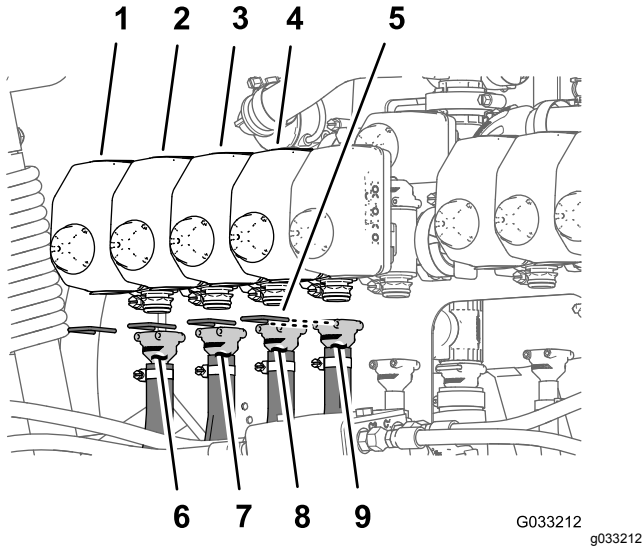
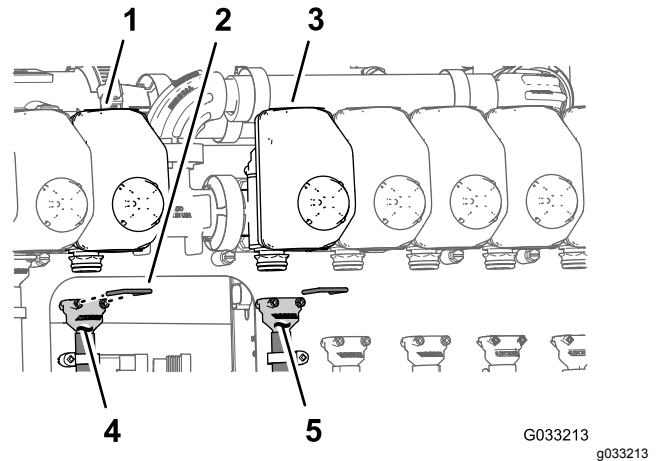
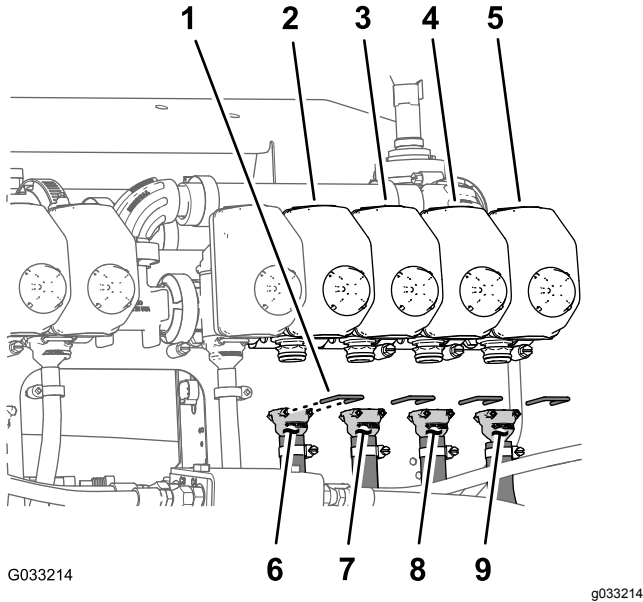

Bild 72
Bild 73
Bild 74
Hinweis: Informationen zu den Düsenventilstellungen finden Sie in Bild 72 in Montieren der Schläuche an den Düsenventilen 1 bis 4 \(Seite 37\), Bild 73 in Montieren der Schläuche an den Düsenventilen 5 bis 6 \(Seite 37\) und Bild 74 in Montieren der Schläuche an den Düsenventilen 7 bis 10 \(Seite 38\).
1. Befestigen Sie das gerade gezahnte Anschlussstück des Zulaufschlauchs (279 cm) an der Kupplung des Düsenventils 1 (Bild 72).
2. Befestigen Sie das gerade Anschlussstück mit einem Halter an der Kupplung (Bild 72).
3. Befestigen Sie das gerade gezahnte Anschlussstück des Zulaufschlauchs (234 cm) an der Kupplung des Düsenventils 2 (Bild 72).
4. Befestigen Sie das gerade Anschlussstück mit einem Halter an der Kupplung (Bild 72).
5. Befestigen Sie das gerade gezahnte Anschlussstück des Zulaufschlauchs (188 cm) an der Kupplung des Düsenventils 3 (Bild 72).
6. Befestigen Sie das gerade Anschlussstück mit einem Halter an der Kupplung (Bild 72).
7. Befestigen Sie das gerade gezahnte Anschlussstück des Zulaufschlauchs (188 cm) an der Kupplung des Düsenventils 4 (Bild 72).
8. Befestigen Sie das gerade Anschlussstück mit einem Halter an der Kupplung (Bild 72).
1. Befestigen Sie das gerade gezahnte Anschlussstück des Zulaufschlauchs (81 cm) an der Kupplung des Düsenventils 5 (Bild 73).
2. Befestigen Sie das gerade Anschlussstück mit einem Halter an der Kupplung (Bild 73).
3. Befestigen Sie das gerade gezahnte Anschlussstück des Zulaufschlauchs (81 cm) an der Kupplung des Düsenventils 6 (Bild 73).
4. Befestigen Sie das gerade Anschlussstück mit einem Halter an der Kupplung (Bild 73).
1. Befestigen Sie das gerade gezahnte Anschlussstück des Zulaufschlauchs (188 cm) an der Kupplung des Düsenventils 7 (Bild 74).
2. Befestigen Sie das gerade Anschlussstück mit einem Halter an der Kupplung (Bild 74).
3. Befestigen Sie das gerade gezahnte Anschlussstück des Zulaufschlauchs (188 cm) an der Kupplung des Düsenventils 8 (Bild 74).
4. Befestigen Sie das gerade Anschlussstück mit einem Halter an der Kupplung (Bild 74).
5. Befestigen Sie das gerade gezahnte Anschlussstück des Zulaufschlauchs (234 cm) an der Kupplung des Düsenventils 9 (Bild 74).
6. Befestigen Sie das gerade Anschlussstück mit einem Halter an der Kupplung (Bild 74).
7. Befestigen Sie das gerade gezahnte Anschlussstück des Zulaufschlauchs (279 cm) an der Kupplung des Düsenventils 10 (Bild 74).
8. Befestigen Sie das gerade Anschlussstück mit einem Halter an der Kupplung (Bild 74).